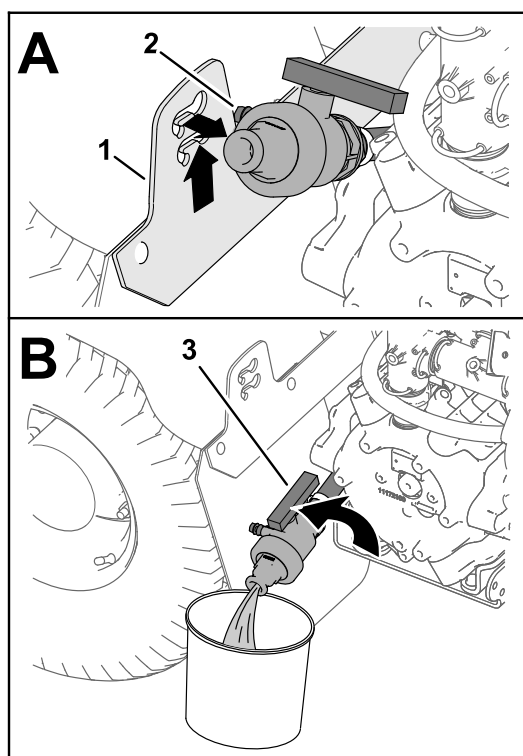

Figura 53
3. Levante la válvula hasta que los espárragos de montaje de la válvula salgan de las ranuras del soporte de la válvula de vaciado, y mueva la válvula hacia atrás (Figura 53, A).
4. Alinee el extremo de la válvula con el recipiente de vaciado y gire la palanca de la válvula a la posición de abierto (Figura 53, B).
5. Cuando el depósito se haya vaciado por completo, gire la maneta de la válvula de vaciado a la posición de cerrado y monte la válvula en el soporte de la válvula de vaciado (Figura 53, B y Figura 53, A).